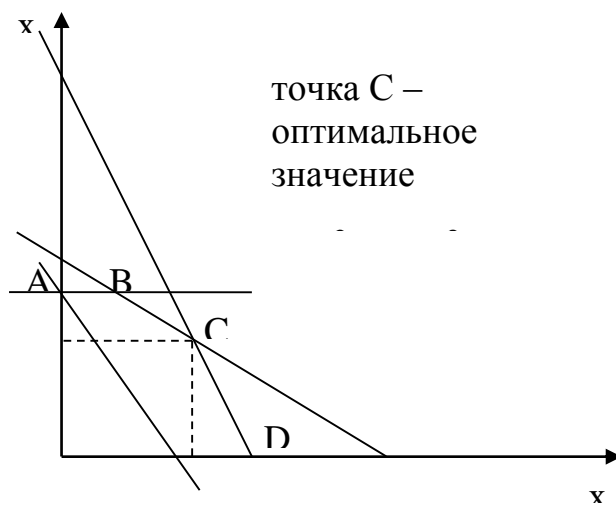

Рис.1.2. Графический способ решения
**Пример 1.3.** Используя графический метод (рис.1.2), найти решение ЗЛП.